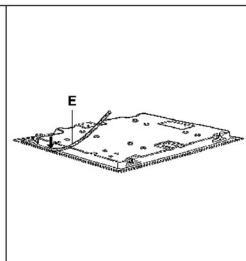

РИС. 11
- Переверните варочную поверхность и правильно расположите прокладку «Е» (рис. 11) под краями варочной поверхности так, чтобы наружная сторона прокладки точно совпадала с наружным краем варочной поверхности. Край полосок должны совпадать, не выступая друг над другом.